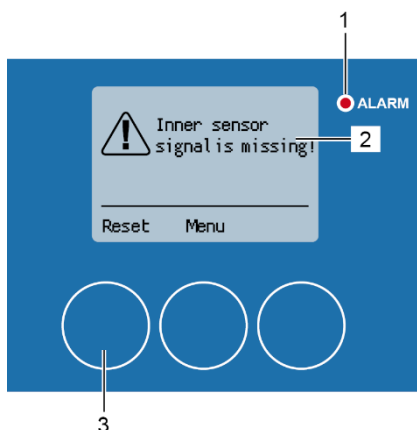

Abbildung 194: Alarm des inneren Sensorsignals
Die Alarmmeldung „Signal des inneren Sensors fehlt!“ (Abbildung 194/2) wird während des Reinigungsvorgangs angezeigt, wenn es ein Problem mit dem Annäherungssensor in der Rotormitte gibt. Zum Beispiel, wenn der Annäherungssensor in der Mitte des Rotors ein neues Signal abgibt (z.B. wegen Verschmutzung), nachdem er bereits ein Signal durch Erkennung des Reinigungsschlittens gegeben hat. Die rote Alarm-LED (Abbildung 194/1) leuchtet auf.
2. Setzen Sie die Alarmmeldung mit [Zurücksetzen] (Abbildung 194/3) zurück.
Falls die Alarmmeldung zurückgesetzt wird, ohne den Fehler zu beheben, erscheint die Alarmmeldung erneut. Das Menü „1 Hauptmenü“ kann über [Menü] (Abbildung 194/4) aufgerufen werden, um z.B. den Signalzustand der Annäherungssensoren zu überprüfen Kapitel 6.5 Statusanzeigen auf Seite 89.